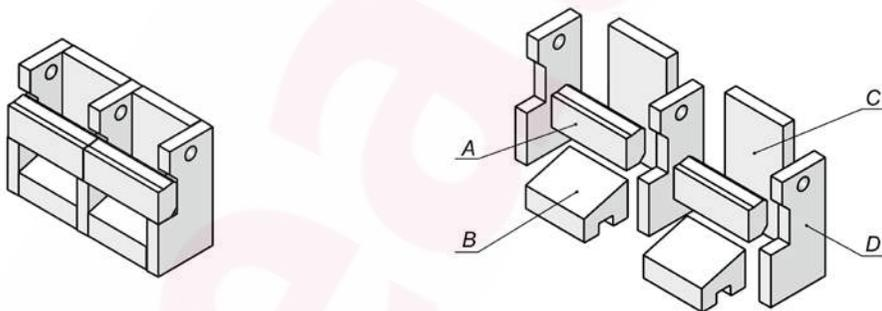

Рис. 6. Конструкция камеры горения из шамотных плит.
Обычно котлы поставляются в собранном виде, но после завершения всех сборочных работ, необходимо проверить правильность укладки жаропрочных бетонных плит внутри камеры горения. Если плиты сдвинуты со своих мест, нужно вернуть их в нужное положение. В том случае если плиты поставлены отдельно или хотите заменить изношенные, то сборку осуществляйте в следующем порядке: Через передние дверцы (28 и 29) в камеру вторичного сгорания (15) вставляется крайние и центральную плиты (D) (см. рис. 6). Между ними вставляется задние плиты (C) и нижние плиты (B). И наконец, на кромки крайних и центральных плит ребром устанавливаются передние плиты (A) (выемкой вниз камеры горения).